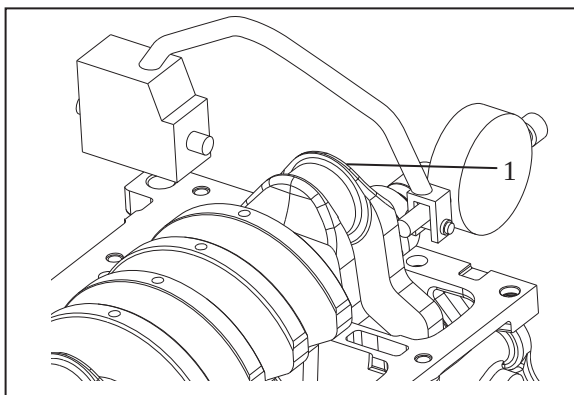

图 5-12
3.3 如图 5-12，加注适量的润滑油于曲轴（1）各主轴颈上。
3.4 如图 5-12，且用百分表测量曲轴轴向间隙，标准值为（0.06~0.26）mm，不满足其限制，需重新更换曲轴或轴瓦止推片组件。